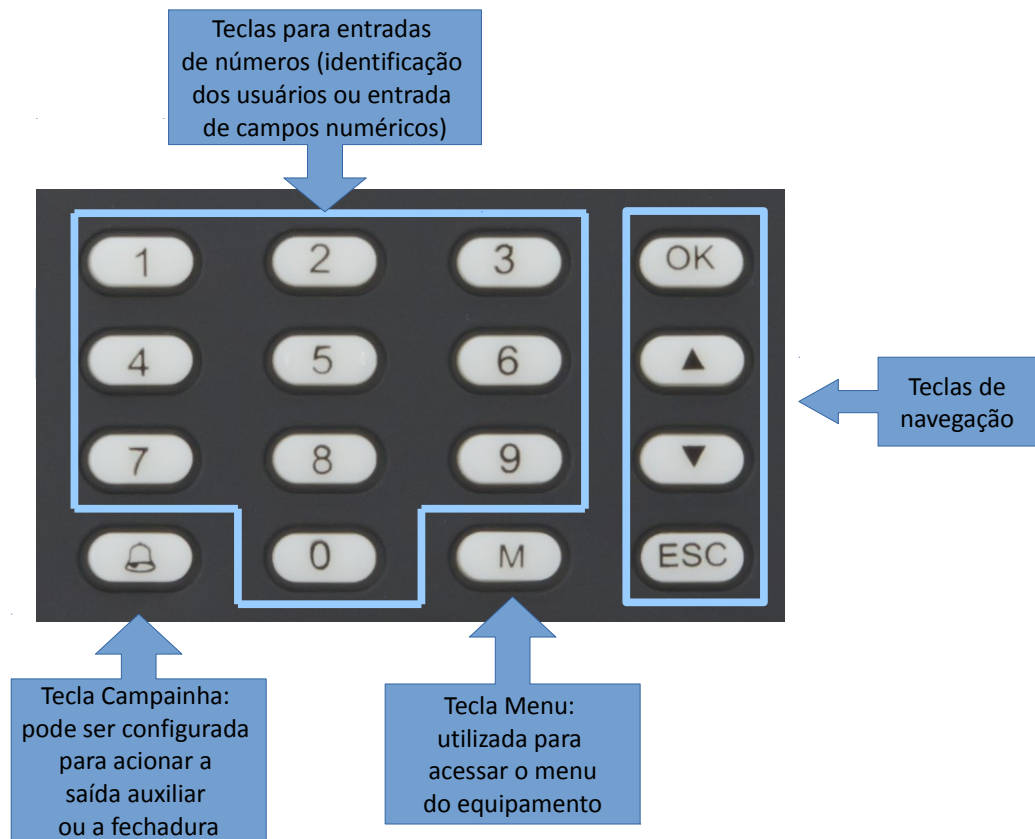

Figura 2
O teclado do equipamento (item 1 da **Figura 1**) possui, também, a função de permitir acesso aos usuários, além de permitir o acesso a funções especiais, conforme ilustra a **Figura 2**.